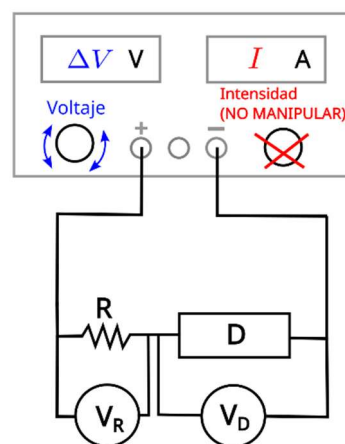

Figura 2
6. Para medir el comportamiento del diodo utilizaremos el circuito de la figura 2. De este modo la resistencia, ya conocida, sirve para limitar la corriente (en caso de que la resistencia del diodo sea muy pequeña) y medir la corriente con un voltímetro. Realiza las conexiones de la figura 2 y repite los pasos 3 y 4. Comprueba que la diferencia de potencial marcada por la fuente se corresponde con la suma de las indicadas por los dos voltímetros, V_D y V_R .
- V_D : diferencia de potencial medida en el diodo en el montaje de la figura 2.
- V_R : diferencia de potencial medida en la resistencia en el montaje de la figura 2.